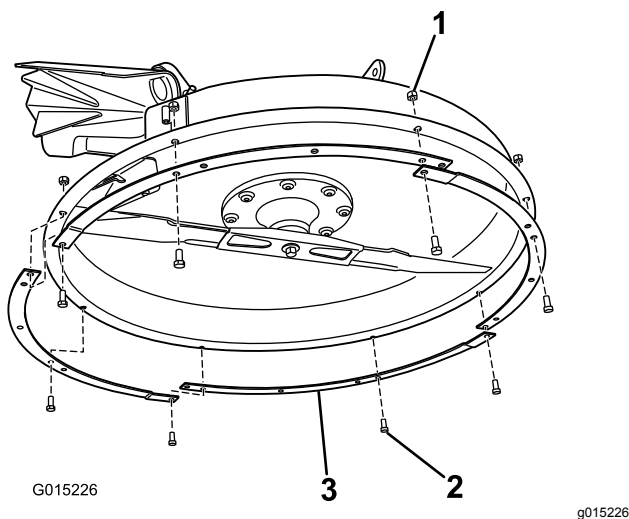

Figura 24
- Instale los componentes del anillo de la carcasa en la parte inferior de la carcasa de corte (Figura 24).